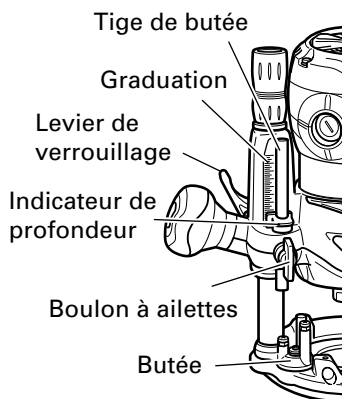

Fig. 4
- Réglage de la profondeur de coupe (Fig. 4)